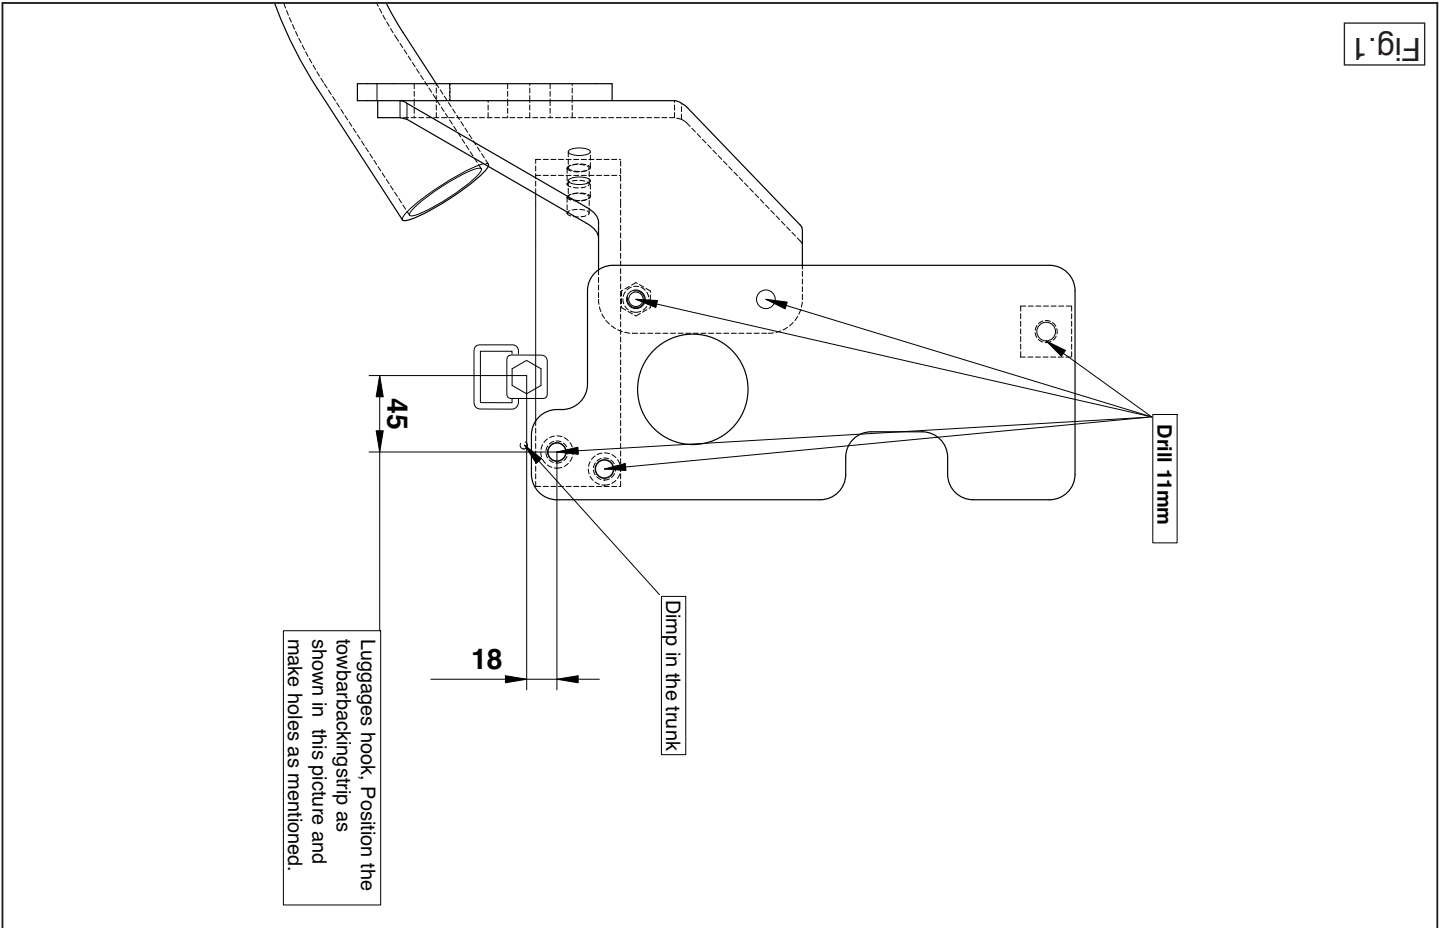

Fig.1
3. Position the backplates A as shown in figure 1.
3. Die Gegenplatten A gemäß Abbildung 1 anbringen.